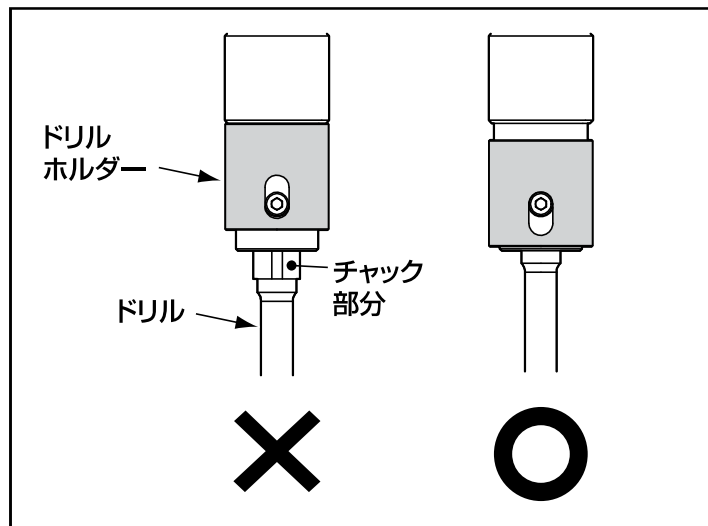

図31
3.チャック部分が完全に見えなくなる位置までドリルを差し込み、ドリルホルダーを元の位置に戻してください。 図31 参照